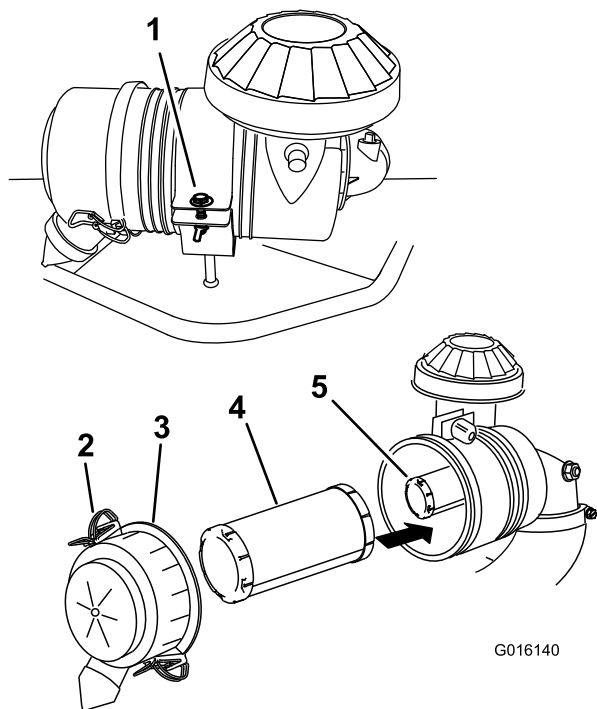

Figura 44
3. Retire el perno que mantiene cerrado el soporte del limpiador de aire. Esto permitirá girar la carcasa del limpiador de aire y tener acceso al interior (Figura 44).
4. Abra los cierres de retención del limpiador de aire y tire de la tapa del limpiador de aire para separarla de la carcasa del limpiador de aire (Figura 44).
6. Extraiga con cuidado el filtro primario del cuerpo del limpiador de aire (Figura 44). Evite golpear el filtro contra el lado de la carcasa.
1. No limpie el filtro de papel, cámbielo (Figura 44).
2. Si va a cambiar el filtro secundario, deslícelo cuidadosamente en el cuerpo del filtro (Figura 44).
3. Deslice cuidadosamente el filtro primario por encima del filtro secundario (Figura 44). Asegúrese de que está bien asentado empujando sobre el borde exterior del filtro mientras lo instala.
4. Instale la tapa del limpiador de aire y gírela hasta que los enganches la bloqueen en su sitio (Figura 44).
5. Instale el perno que sujeta el limpiador de aire en el soporte (Figura 44).